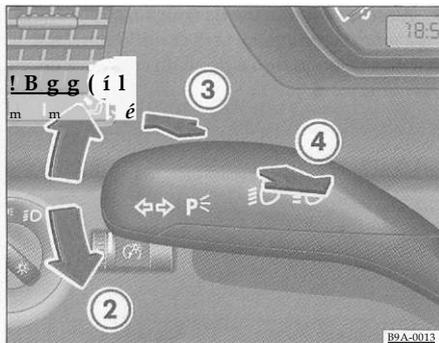

Fig. 52 Alavanca dos indicadores de direção e comutação dos faróis
- Movimento a alavanca para cima, até o batente => fig. 52 (I), para indicar a direita, e para baixo @ para indicar a esquerda. Acende-se a luz indicadora correspondente no painel de instrumento.
=> Página 73, fig. 52 ©, para ligar os faróis altos.
Página 73, fig. 52 @ para acionar os sinais de luzes.